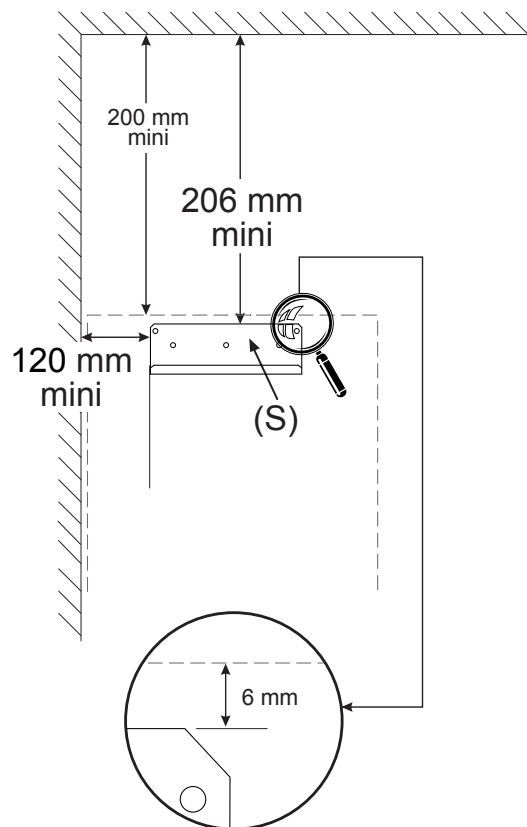

fig. 22 - Fixation du support
- Conformément à la norme IEC 60-335-2-40, le module hydraulique de la PAC ainsi que toutes les liaisons frigorifiques qui traversent le domaine habité doivent être installés dans des pièces respectant la surface minimale (fig. 22).
si la surface minimale (fig. 22) ne peut être respectée, suivre les instructions de la fig. 24 pour prendre en compte les surfaces des pièces adjacentes et la création des aérations (voir fig. 21 et fig. 23).